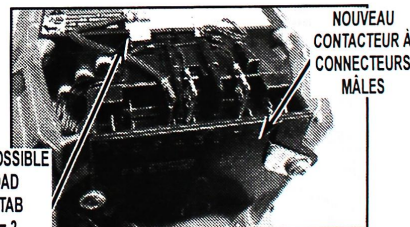

FIGURE 2B (MOTEUR DE RECHANGE)
**NOTE À L'INSTALLATEUR :** Cet ensemble moteur est une pièce de rechange FSP agréée pour votre application. Le moteur de cet ensemble peut être identique ou différent du moteur d'origine. Si le moteur d'origine était équipé d'un contacteur de moteur enfichable (voir *Figures 2B et 2C*), remplacer le moteur de rechange dans l'ordre inverse de la dépose du moteur défectueux. Si le moteur défectueux possède un contacteur dont les conducteurs du faisceau principal se branchent individuellement au contacteur du moteur, suivre les instructions ci-dessous.